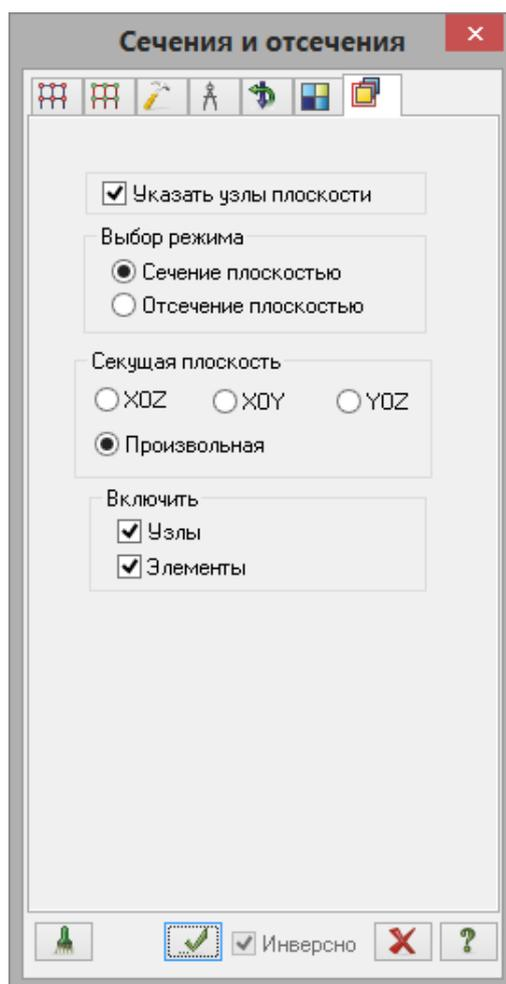

Рис.5.14. Диалоговое окно **Сечения и отсечения**
- В этом окне перейдите на последнюю закладку **Сечения и отсечения** (рис.5.14) и для выбора секущей плоскости включите радио-кнопку **Произвольная** (по умолчанию установлены флажки **Узлы** и **Элементы** в поле **Включить**, включена радио-кнопка **Сечение плоскостью** в поле **Выбор режима**, а также установлен флажок **Указать узлы плоскости**).